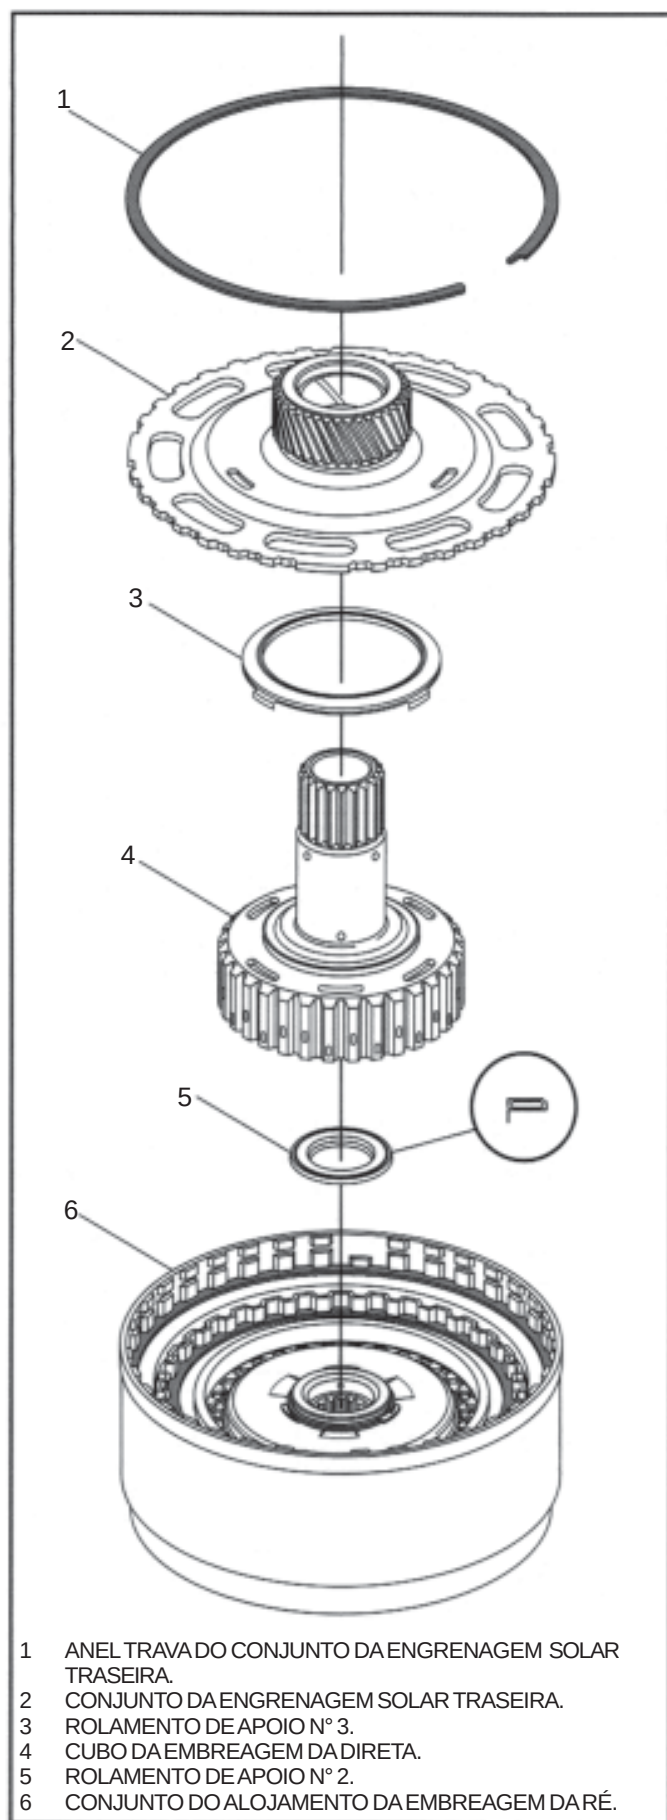

Figura 74
1. Coloque o conjunto do alojamento da embreagem da direta/ré numa superfície plana, conforme ilustrado na Figura 74.
2. Remova o anel trava que fixa a engrenagem solar traseira, conforme ilustrado na Figura 74.
3. Remova o rolamento de apoio número 3 entre a engrenagem solar traseira e o cubo da embreagem da direta (Vide Figura 74).
4. Remova o cubo da embreagem da direta, conforme ilustrado na Figura 74.
5. Remova o rolamento de apoio número 2 entre o cubo da embreagem da direta e o alojamento da embreagem da direta (Vide Figura 74).